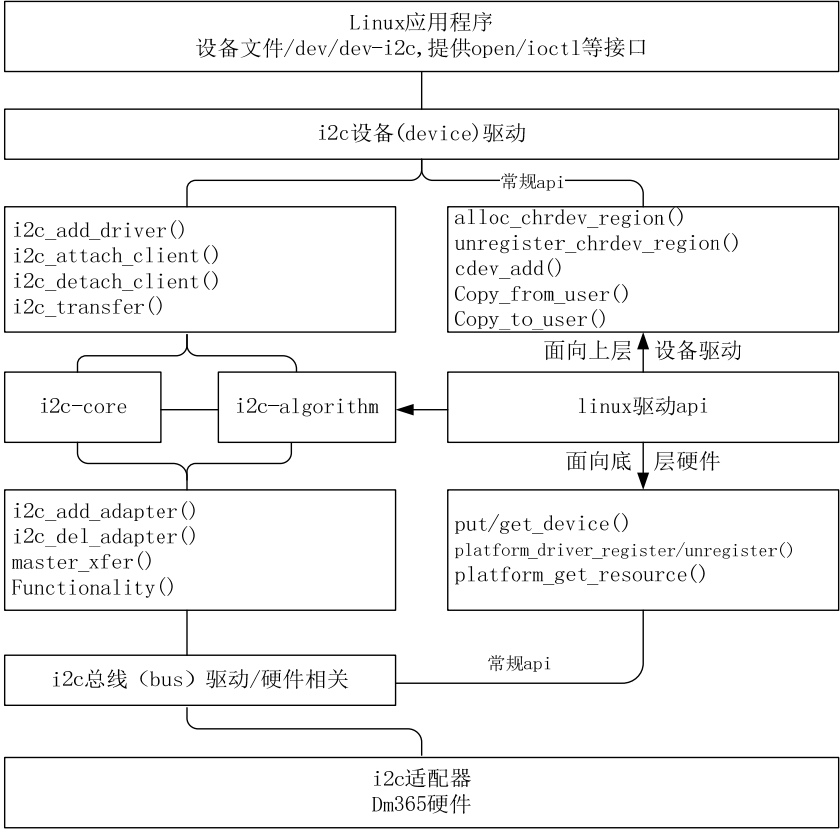

图3 函数结构代码梳理图
下面张图展示是 linux 内核和芯片提供商为我们的驱动程序提供了 i2c 驱动的框架，以及框架底层与硬件相关的代码的实现，如图 3 所示。剩下的就是针对挂载在 i2c 两线上的 i2c 设备了 device，如 x1205,ov5640, tvp5151,触摸屏，而编写的具体设备驱动了，这里的设备就是硬件接口外挂载的设备，而非硬件接口本身（soc 硬件接口本身的驱动可以理解为总线驱动）。
(4) 在 putty 软件端口栏输入(3)中查询到的串口，设置波特率为 115200，连接实验箱，如下图 3 所示：
图 3 putty 串口连接配置